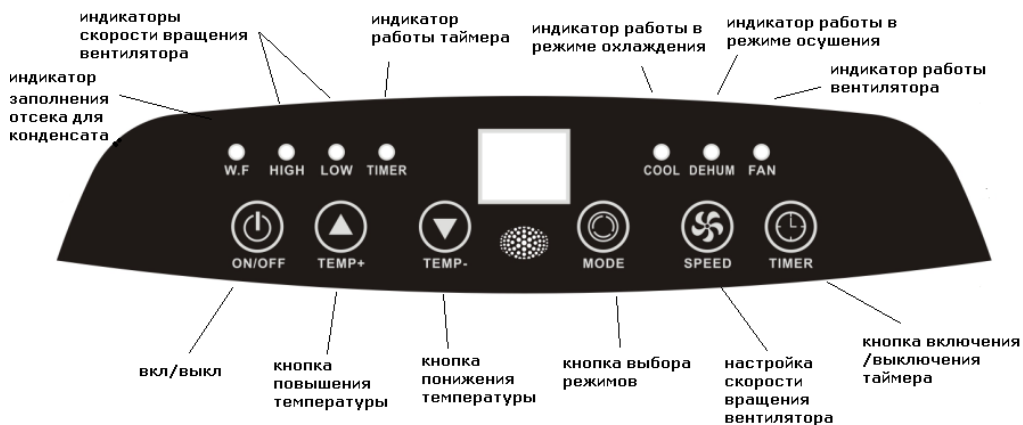

Рис.2
После этого нажмите кнопку включения кондиционера см. рис. 2.
- нажмите на кнопку “SPEED” для выбора скорости вращения вентилятора. Индикатор “HIGH” загорается при выборе высокой скорости вращения вентилятора, индикатор “LOW” загорается при выборе низкой скорости вращения вентилятора см. рис. 2.